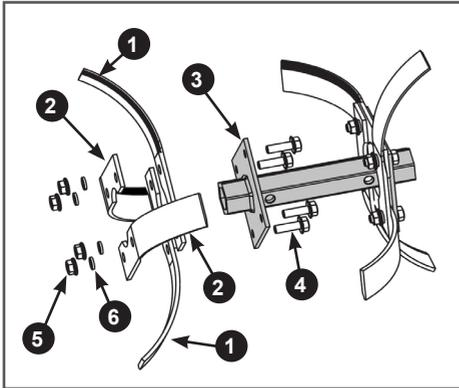

Рис. 16. Установка ножей на внешний фланец основной секции оси фрезы
4. Установите ножи на внешний (со стороны редуктора) фланец 3 основной секции оси (Рис. 16). Со стороны уже собранной на внутреннем фланце группы ножей вставьте в отверстия во внешнем фланце 3 оси болты 4, далее в соответствии с рисунком 16 на внешний фланец 3 оси с внешней его стороны установите правые ножи 1 (имеющие изгиб в сторону от редуктора). После этого установите левые ножи 2 (имеющие изгиб к редуктору) как показано на Рис. 16, затем установите пружинные шайбы 6 и закрутите гайки 5 (Рис. 16). Затяните все резьбовые соединения